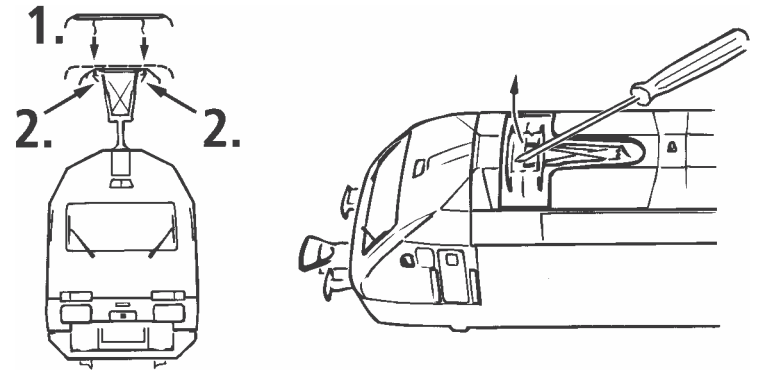

Fig. 3
Mehrzugbetrieb: Zuerst Lokgehäuse abnehmen (Fig. 3). Danach den Brückenstecker aus der Schnittstelle entfernen (diesen sorgsam aufbewahren). Danach den Stecker des Steuerbausteins lagerichtig einsetzen (siehe Fig. 4).
2. Schmierung: Versehen Sie die im Schmierplan in Fig. 8 gekennzeichneten Stellen mit nur **kleinen Öltropfen**. Dazu zuerst das Lokgehäuse abnehmen (Fig. 3). Wir empfehlen den ROCO **Öler Art.-Nr. 10906**. Fürs Schmieren der Getriebeteile (Zahnräder, Schnecke) empfehlen wir das **ROCO-Spezialfett Art.-Nr. 10905**. Im Falle der Schmierung diese Teile **nicht ölen**.
4. Kohlebürstenwechsel: Lokgehäuse abnehmen (Fig. 3). Danach wird der Motor ausgebaut und die Kohlebürsten ausgewechselt (Fig. 7).
2. Lubrication: Apply **tiny oil drops** to spots marked in fig. 8. Prior to lubrication dismantle locomotive (fig. 3). We recommend using item no. **10906, ROCO oiler**. For lubrication the gearparts (e.g. cogwheels, worm) we would recommend our ROCO **special grease** (item no. **10905**).
4. Carbon Brush Changing: First remove loco body (fig. 3), and then the motor (fig. 7).
1. Renhold av hjulstrømkontaktene: Hjulstrømkontakter kan lett bli tilsmusset på urene skinner. Fjern smuss fra punktene som er avmerket i fig. 9 forsiktig med en liten pensel. Fjern først lokomotivhuset for å gjøre dette (fig. 3).
2. Smøring: Tilsett kun små oljedråper til punktene som er avmerket i fig. 8. Fjern først lokomotivhuset for å gjøre dette (fig. 3). Vi anbefaler Roco olje art.nr. 10906. For å smøre gridelene (tannhjul, skruedrev) anbefaler vi Roco spesialfett art.nr. 10905. Ikke smør disse delene med olje.
4. Bytte kullbørste: Ta av lokomotivhuset (fig.3). Deretter tas motoren ut og kullbørsten skiftes ut (fig. 7).
1. siehe } Fig.3
2. siehe se see } Fig. 3 !